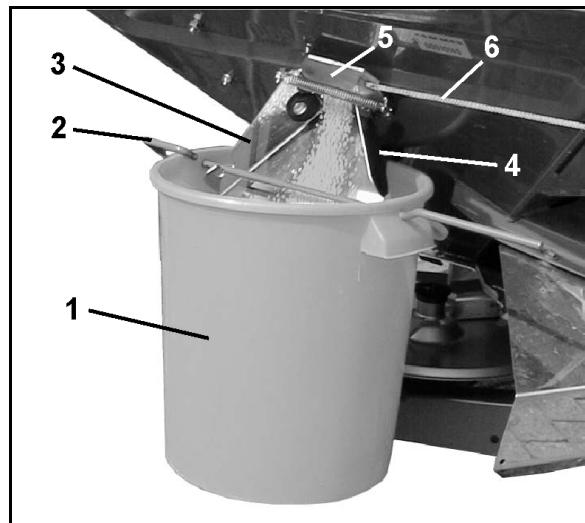

図 54
- 収容容器(図 54/1)をハンガー(図 54/2)で排出シート(図 54/3)に掛けます。収容容器をクランプ装置(図 52/1)にはめます。
- 排出シートのサイドシャッター(図 54/5)をロープ(図 54/6)でおよそ 5 秒間完全に開きます(肥料が同等に流れるようになるため)。このあとで、収容した肥料をブロードキャスターに再び入れてください。